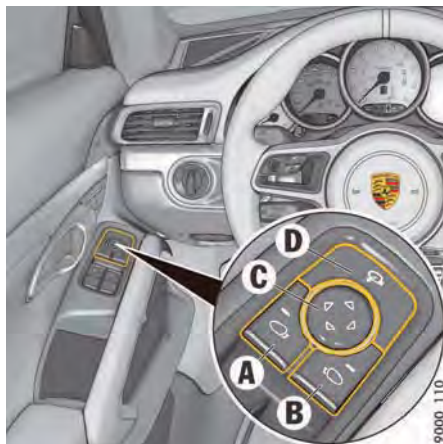

図231: ドア・ミラーの操作
- ▶ ボタンDを押してください (280ページの図231を参照)。
ボタンDを押して手動でドア・ミラーを格納した場合は、イグニッションをONにした後、自動的に元の位置に復帰しません (280ページの図231)。